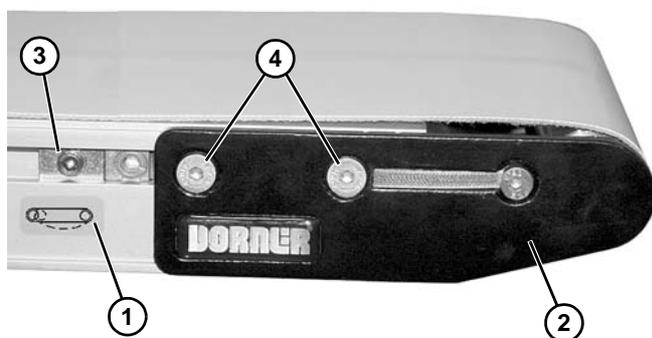

Figure 27
2. Sur l'extrémité où se trouve le tendeur de bande, identifié par  (Figure 27, élément 1) assembler en poussant la plaque de tête (Figure 27, élément 2) :
- a. Sur les deux côtés du convoyeur, desserrer et éloigner des plaques de tête les rives de guidage (Figure 27, élément 3) (si elles sont fournies).
- b. Desserrer les vis de fixation (Figure 27, élément 4) et pousser la plaque de tête vers l'intérieur.